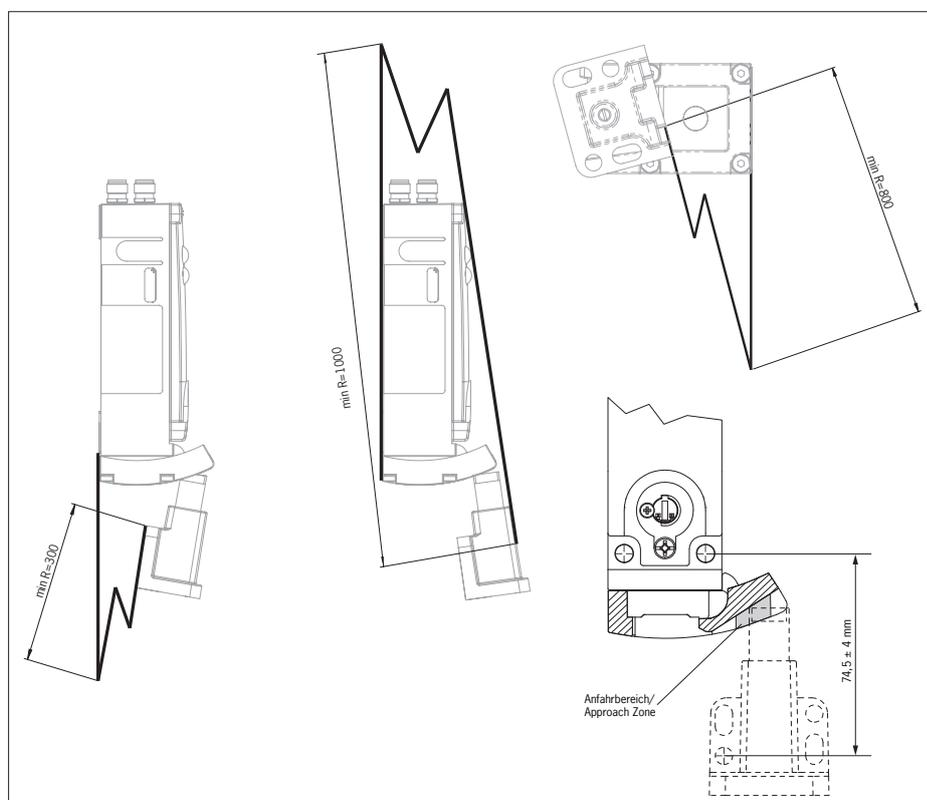

Figura 7: Raggi del riparo e area di avvicinamento
- ▶ Osservare i raggi minimi del riparo (vedi Figura 7).
- ▶ Accertarsi che l'azionatore tocchi la rampa nell'area prevista (vedi Figura 7). L'area di avvicinamento prevista è contrassegnata sulla rampa.